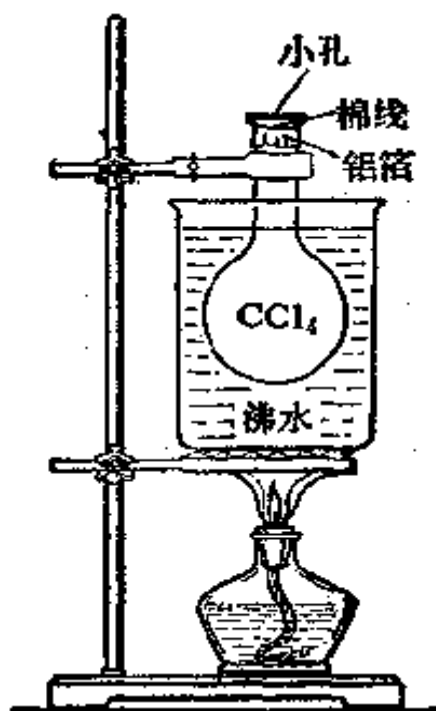

图6 四氯化碳的气化
3. 四氯化碳的气化 往上述已称量过的烧瓶中加入约2毫升四氯化碳,用铝箔和棉线将瓶口封好。用针在铝箔上扎一小孔。然后将烧瓶放入盛有沸水的烧杯中(图6),并使烧瓶没入水中(此时要继续加热,使水保持沸腾状态)烧瓶中的四氯化碳受热气化,同时将瓶中空气排出。